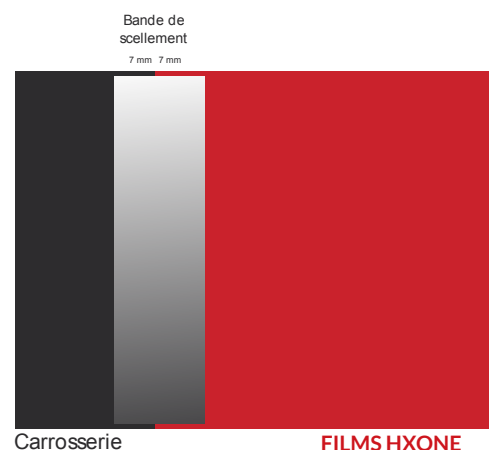

Figure 31
- › Coller la bandelette en la superposant sur environ 7 mm de carrosserie et 7 mm de film HXONE. (FIG. 31)